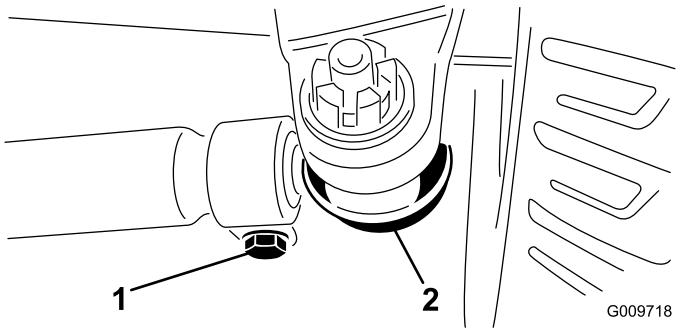

Bild 69
2. Entfernen Sie den Splint und die Mutter von einem der Spurstangen-Kugelgelenke (Bild 69). Entfernen Sie das Spurstangen-Kugelgelenk vom Achsständer.
3. Lockern Sie die Klemmen an beiden Enden der Spurstangen (Bild 69).